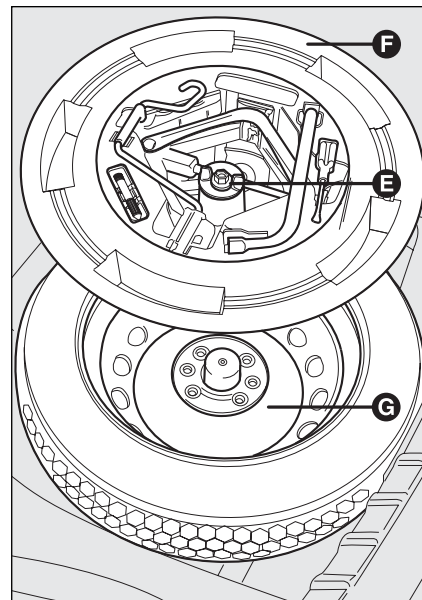

fig. 11
- ☐ posicione a rodinha sobressalente **G-fig. 11** no adequado vão existente na bagageira;